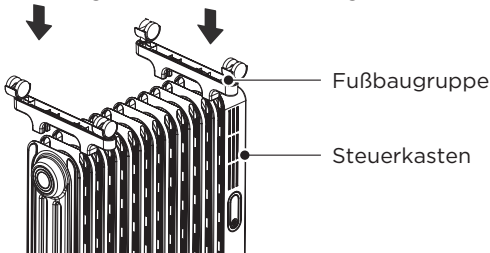
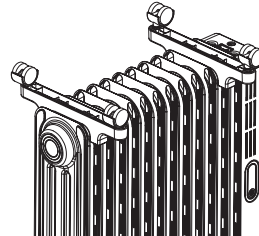

Abbildung 2
Abbildung 3
- 2 Drehen Sie, wie in Abbildung 2 und Abbildung 3 dargestellt, zunächst den Heizkörper mit der Unterseite nach oben. Nach der Installation des Rades, richten Sie die Montagenut der Fußbaugruppe auf die zweite Wärmesenke aus und klemmen Sie diese daran fest. Die Montagenut eines weiteren Satzes der Fußbaugruppe wird an der vorletzten Wärmesenke ausgerichtet und daran festgeklemmt.